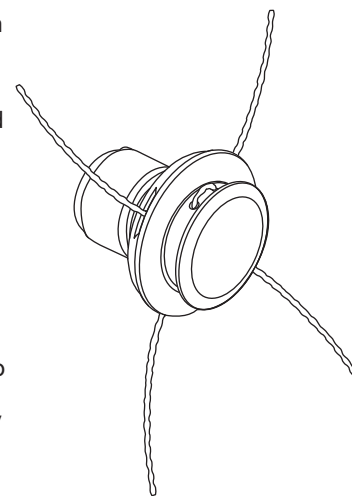

Fig. 14
8. Si se instalan correctamente, las cuatro líneas tendrán la misma longitud (Fig. 14).